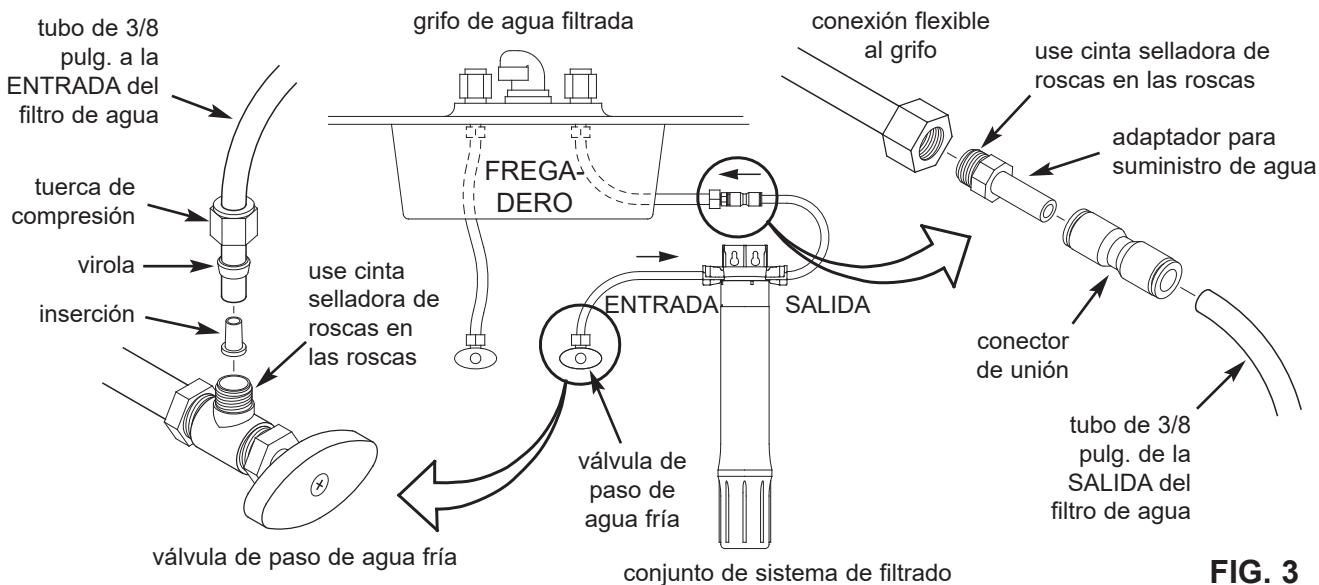

FIG. 3
Al planear la instalación, consulte **los códigos locales de plomería y cúmplalos**; luego instale las uniones para conectar el filtro debajo del fregadero a la tubería de agua fría del fregadero. Se incluyen uniones (rosca 9/16-24) y tubo de 3/8 pulg. de D.E. a fin de proporcionar conexiones desde y hacia la entrada y salida del filtro debajo del fregadero. En la Fig. 3. se ilustra una conexión típica con las uniones para suministro de agua que se incluyen.
- Encuentre una pieza de la tubería de 3/8 pulg. suministrada, más la tuerca de compresión, la virola y la inserción de tubería que se incluyen. (Vea la Fig. 3). Monte las piezas en el tubo, como se ilustra en la Fig. 3, y enrosque la tuerca de compresión en la válvula de paso de agua fría. Apriétela para lograr una conexión a prueba de fugas.